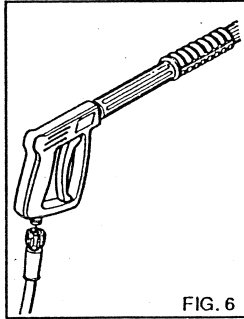

FIG. 6
- 3) Den Hochdruckschlauch an den Hochdruckreiniger C und an die Lanze anschließen (Fig. 6).